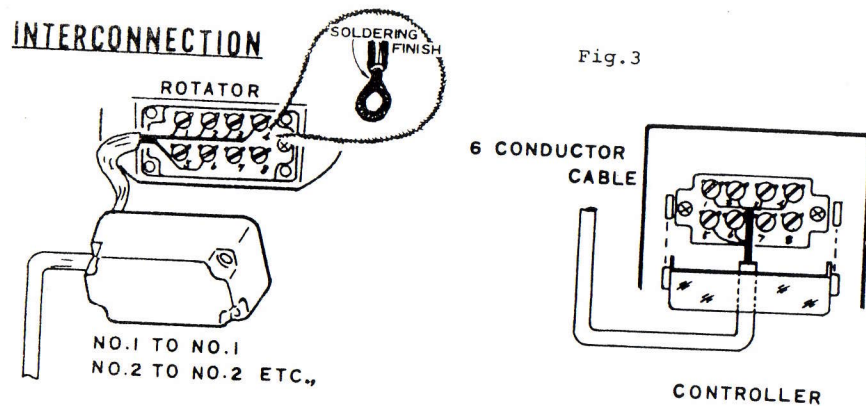

Fig.3
- 1) Glisser le capot de protection du moteur sur le câble à 6 conducteurs (figure 3).
L'autre extrémité du câble doit être branchée sur les bornes correspondantes du pupitre de commande, comme indiqué sur la figure 3.